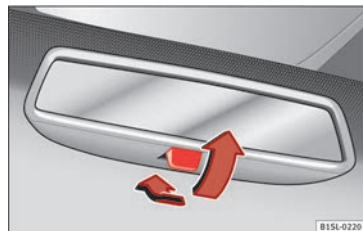

Fig. 50 Specchietto retrovisore fotocromatico manuale.
- Per rendere più scuro lo specchietto retrovisore, spostare la levetta all'indietro » **fig. 50.**